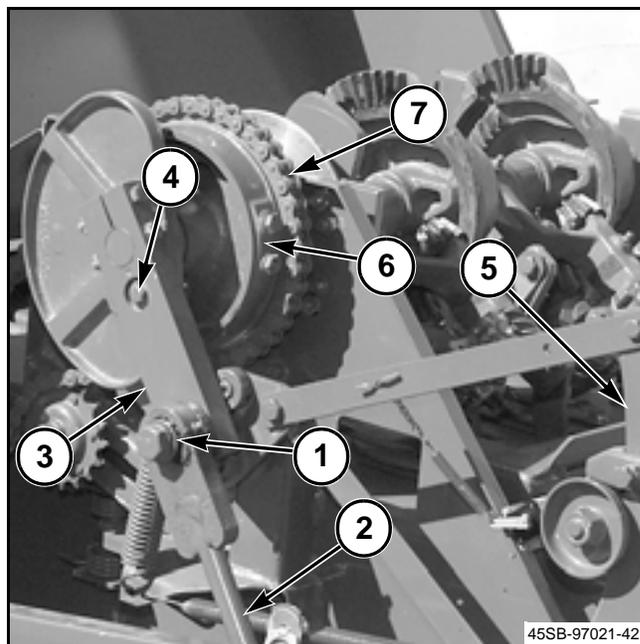

FIG. 50
FIG. 50: Quite el tornillo de cabeza, arandela de traba y arandela simple endurecida (1) que sujetan la varilla actuadora de aguja (2) al brazo de mando de aguja (3). Quite los cojinetes de maquinaria y cojinetes de la varilla de accionamiento de aguja.